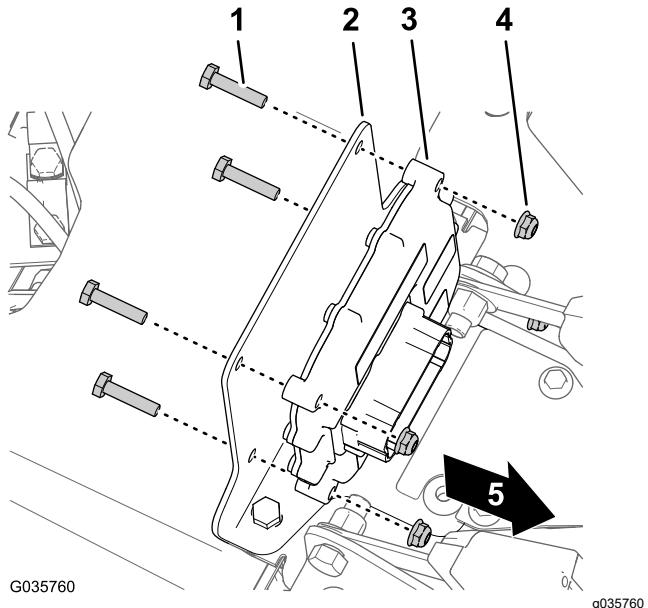

図 32
2. 2015年以前の車両—運転席と助手席の間のシートベルトバックルの間にあるコンソールベースの打ち抜きプラグを打ち抜く(図32)。
3. 電子コントローラをブラケットに固定する図32ボルト $\frac{1}{4} \times 1\frac{1}{8}$ "4本とロックナット $\frac{1}{4}"$ 4個を使用する。